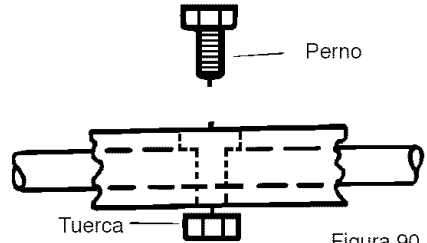

Figura 90
3. Alinee el agujero de la barrena con el agujero del eje de la barrena. Instale el nuevo **perno** y **tuerca**. Figura 90.